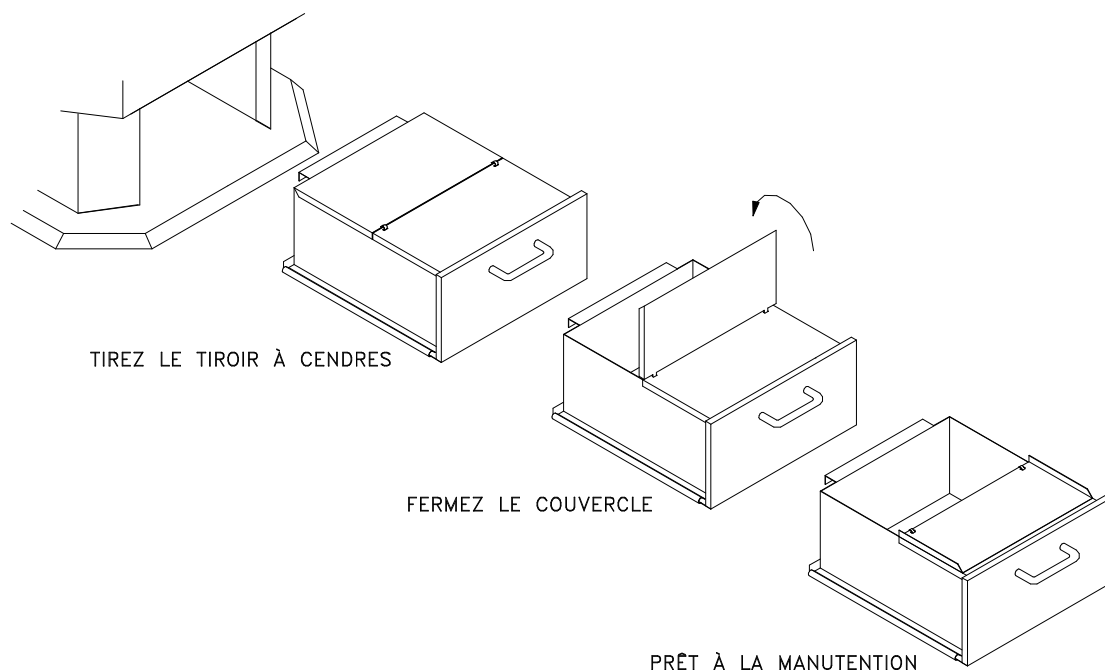

Figure 3.1 Enlèvement des cendres
6. Recouvrez le couvercle du bac à cendres avec les cendres restantes et continuez d'utiliser votre poêle normalement. Le bac à cendres est illustré à la Figure 3.1 et on l'enlève en le tirant vers soi. Soulevez légèrement le bac à cendres, sinon, la base du piédestal risque de se rayer. Fermez la moitié arrière du couvercle du bac à cendres pour éviter de renverser des cendres. Il faut mettre celles-ci dans un récipient métallique dont le couvercle ferme hermétiquement. Le récipient qui renferme les cendres doit alors être placé sur un plancher incombustible ou sur le sol, loin de tous matériaux combustibles, jusqu'à ce qu'on s'en débarrasse pour de bon. Veillez à ce que la moitié arrière du couvercle du bac à cendres soit ouverte avant de remettre le bac à cendres dans l'appareil.